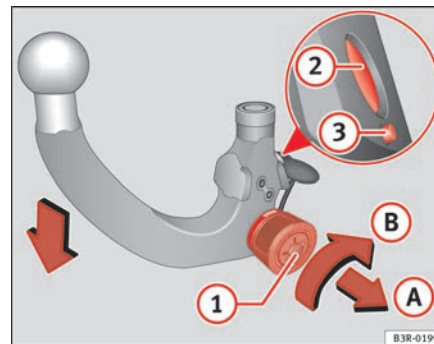

Fig. 160 Dispositivo de reboque desmontável: Submeter a rótula a pré-tensão
- Insira a chave ① ⇒ página 209, fig. 160 na fechadura da roda recartilhada e rode-a no sentido da marca vermelha.
- Puxe a roda recartilhada no sentido que indica a seta A e rode-a em seguida sem deixar de a puxar no sentido da seta B até que o perno de bloqueio ② encaixe e até que se possa ver que a alavanca de desenganche ③ sai ⇒ ⚠.